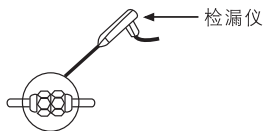

图33
- 3 用⑫塑料绝缘带把铜管和连接电缆包起来。
- 4 在接口处用检漏仪或者肥皂水来检查是否有泄漏。（如图33）